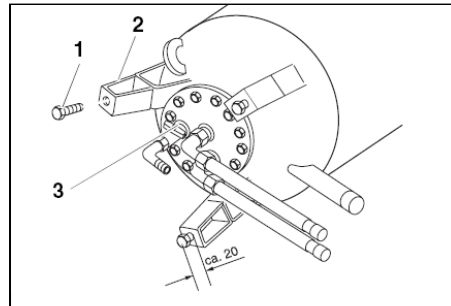

Рис. 4 Использование фиксирующих винтов в качестве опорных
- Приподнимите буферный бойлер вместе с паллетой и вывинтите три фиксирующих винта (Рис. 4, Поз. 1) из паллеты. Затем снимите палету.
- Фиксирующие винты используйте в качестве опорных винтов и вкрутите их примерно на 20 мм в опорные пятки бойлера (Рис. 4, Поз. 2).
- Проверьте, закрыт ли сливной кран (Рис. 4, Поз. 3) и плотно ли затянуты согласно нормам винты ревизионного лючка.